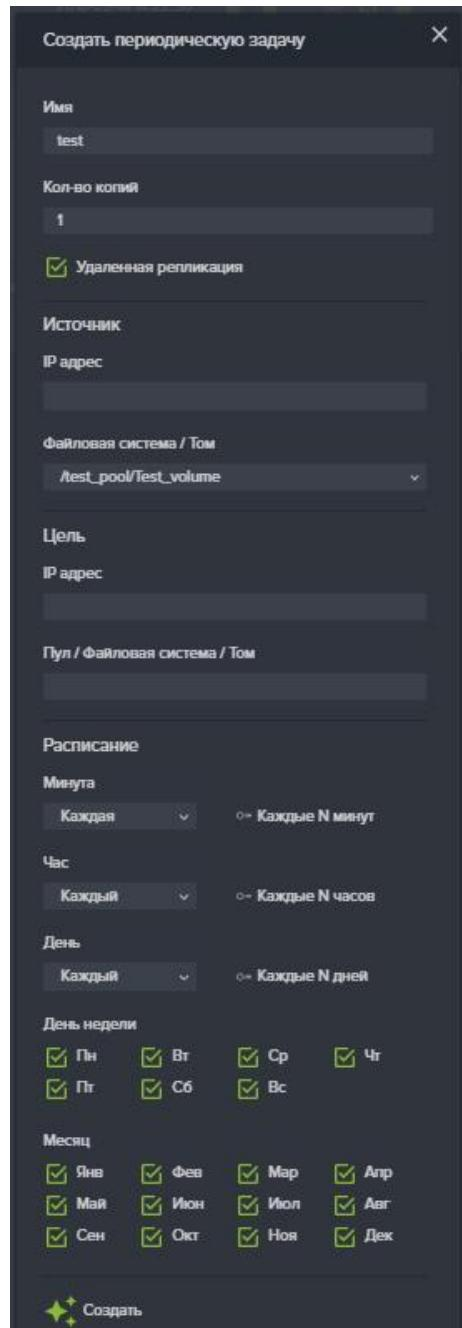

Рисунок 85 – Окно создания расписание периодической задачи
2. Нажмите на кнопку «Создать новую задачу», откроется окно создания задач (см. Рисунок 85).